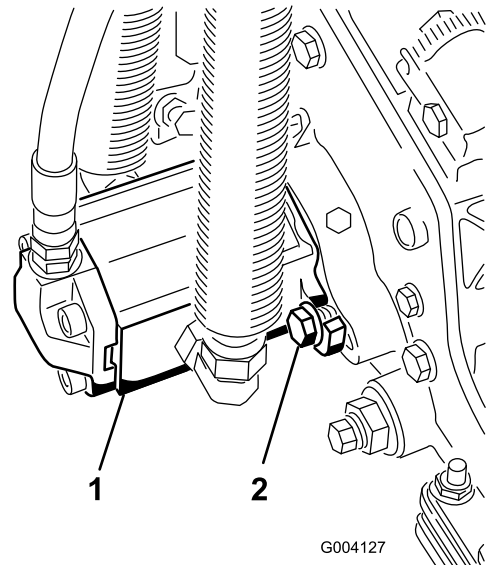

図 15
10. モータを手を持ち、右回りにひねってモータのフランジをキャップスクリューから逃がしながら、キャップスクリューにモータをセットする(図 15)。モータを左回りにひねっ